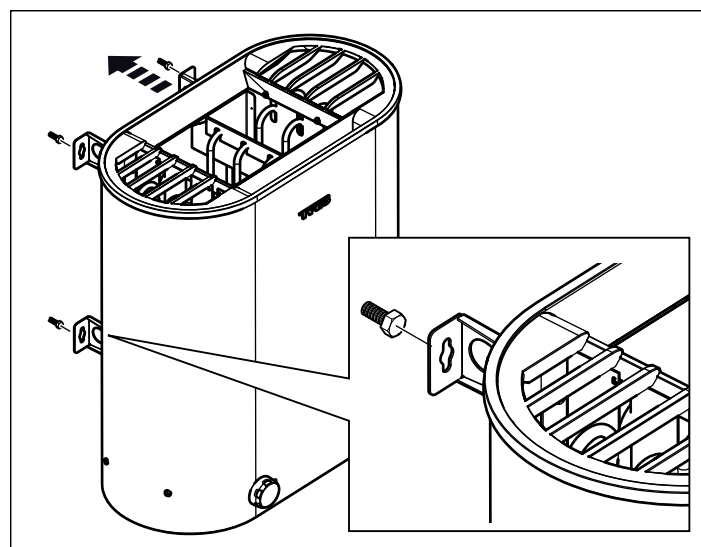

Рисунок 9: Подвесьте устройство.
7. Закрепите устройство за винты см. Рисунок 9, страница 19.